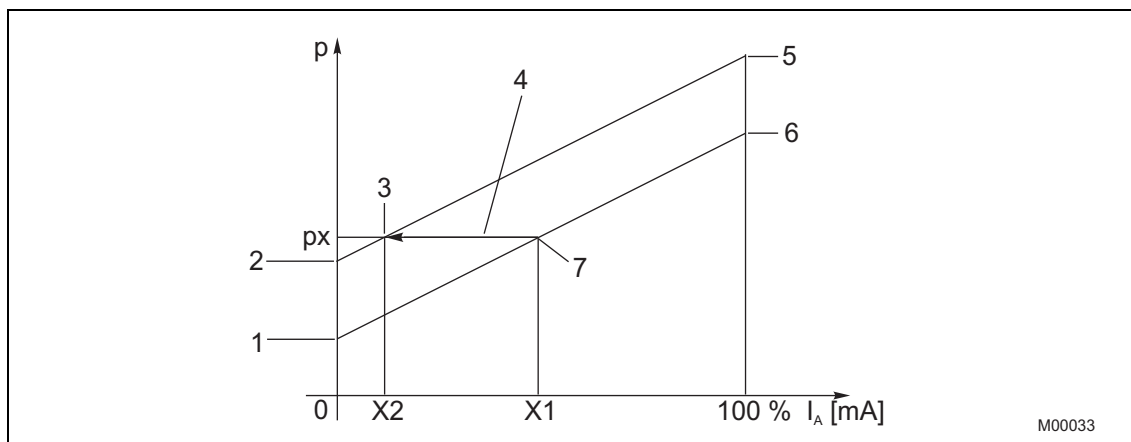

Fig. 19 : Décalage parallèle
- Pour une pression existante p_x , le transmetteur de pression affiche la valeur de sortie normalisée x_1 en pourcentage. Mais en raison de l'application existante, c'est la valeur x_2 qui devrait s'afficher. La valeur x_2 est maintenant réglée via la commande sur place / LCD. Le transmetteur calcule le nouveau point zéro et la nouvelle valeur de fin et prend ces nouvelles valeurs de réglage en charge (voir Fig. 19 Décalage parallèle).